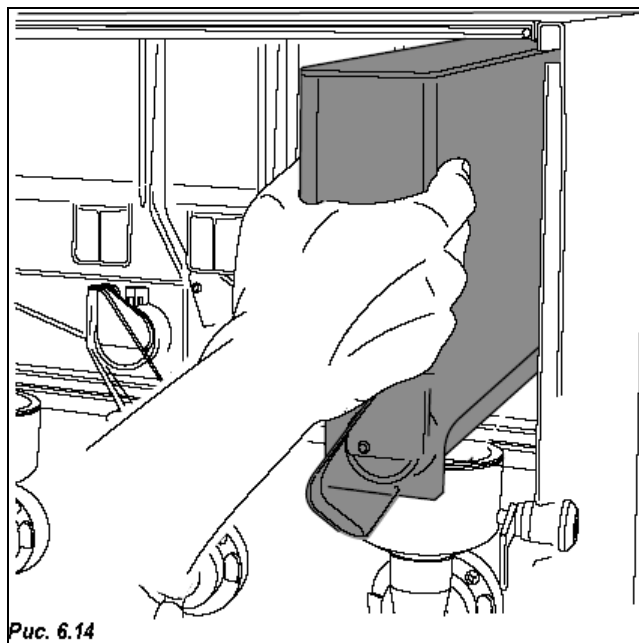

Рис. 6.14
- Извлеките из торгового автомата все контейнеры (Рис. 6.14).